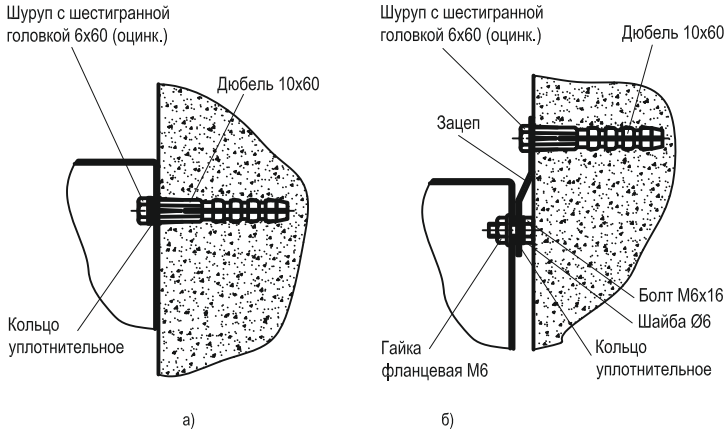

Рисунок 3 – Крепление металлокорпуса к стене
6.2 Закрепить оболочку на месте эксплуатации через отверстия в задней стенке (рисунок 3а) или через специальные зацепы (рисунок 3б). Наклеить знаки «Заземление» внутри корпуса рядом с узлами заземления.